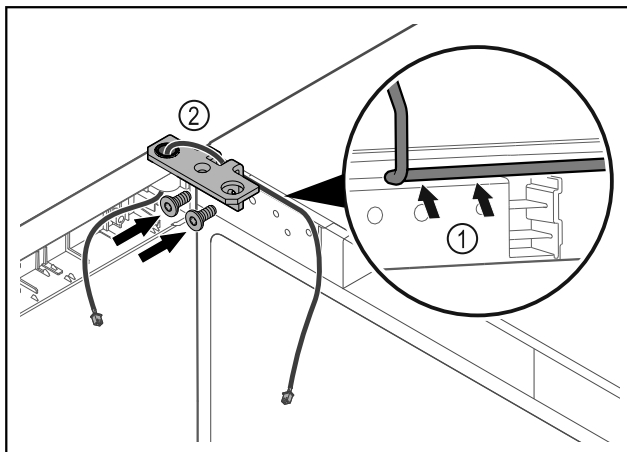

Fig. 37
- Sæt kablet gennem hængselvinklens udsparring, og træk det forsigtigt Fig. 37 (1).
- Skru hængselvinklen Fig. 37 (2) på.